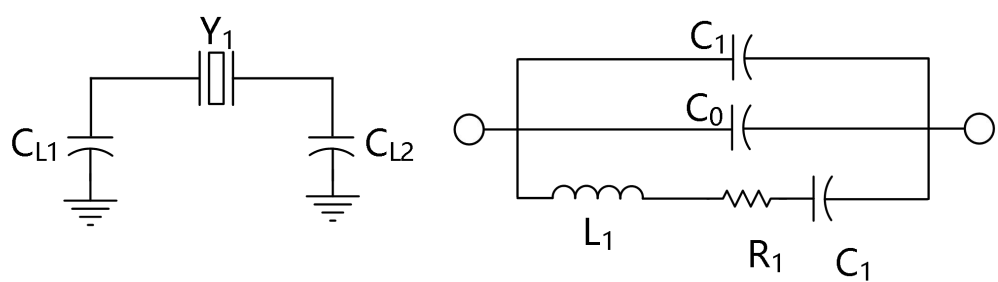

图 4. 晶体负载电容与等效兵龄负载
由晶体引脚可以看出，负载电容 C_L 是振荡电路的负载电容，图 4 所示 C_L 是与晶体并联的电容，振荡电路中使用负载电容 C_{L1} 和 C_{L2} ，与电路中的任何寄生电容一起构成总负载电容。所有的实时时钟系统 (RTCs) 集成了 C_{L1} 和 C_{L2} ，注意在 PC 电路板布局中应最小化寄生电容的占用空间。下列公式描述的是 C_L 与负载电容值的关系：
4. 温度。工作温度特点表现为晶体转换温度, 晶体振荡频率下降, 则实时时钟越慢, 见图 3、图 4 所示。